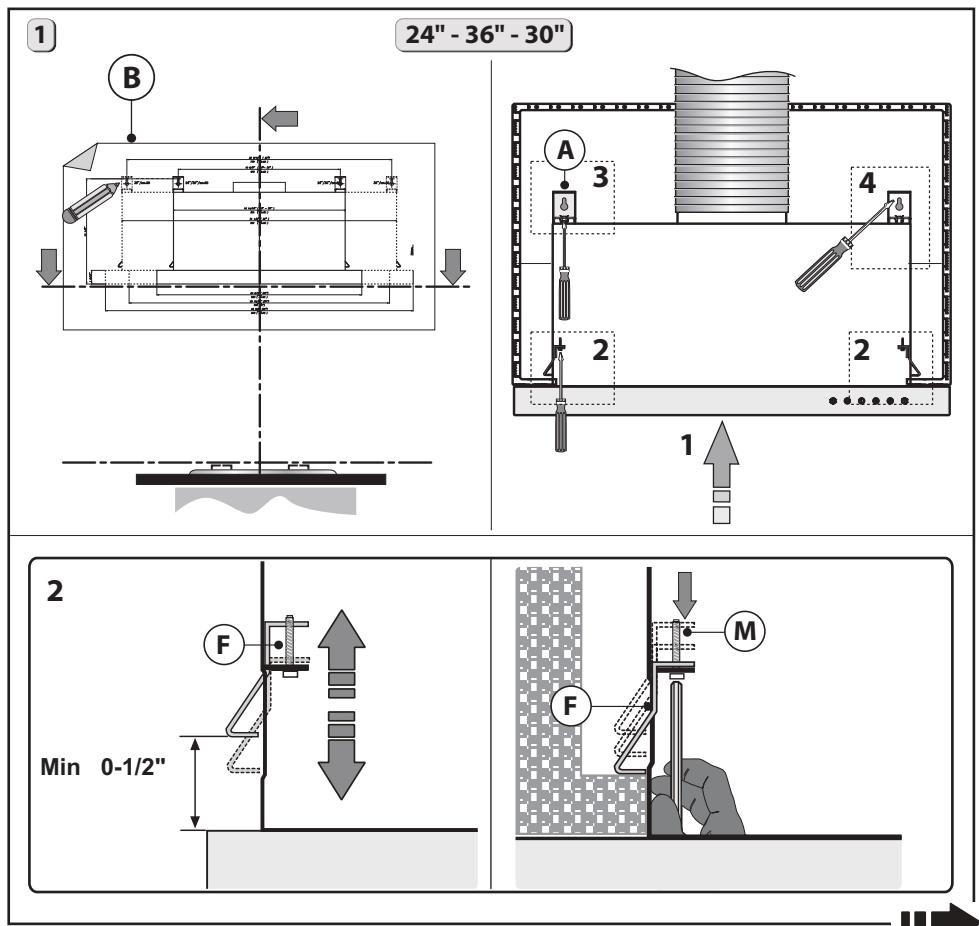

Fig.4
- 1 - Retire la clavija Y del soporte A. (La clavija Y puede desecharse). A continuación, coloque la pieza X en la ranura del soporte A, como se indica en la Fig. 4, etapa 3. Haga coincidir los tornillos C con la arandela L y fije el soporte A al armario como se indica en la Fig. 4, etapa 3.1. No apriete completamente los tornillos C para permitir que el soporte se deslice hacia adelante y hacia atrás. Coloque la plantilla B sobre el armario, teniendo en cuenta las medidas indicadas en las Fig.s 1 y 2 y la distancia mínima desde la superficie de cocción. Marque las referencias para fijar los soportes A al armario, como se indica en la Fig. 4.
- 2 - Asegúrese de que el grosor del armario está dentro de los parámetros indicados en la Fig. 4, etapa 2.
la campana al armario con el destornillador y los tornillos M correspondientes y apriételos hasta que la campana quede firmemente apoyada contra el armario (Fig. 4, etapa 2).
4 - Retire la clavija Y del soporte A. (La clavija Y puede desecharse). A continuación, coloque la pieza X en la ranura del soporte A, como se indica en la Fig. 4, etapa 3.
Después de cualquier ajuste para asegurar que el soporte toca el armario, apriete el soporte al cuerpo (Fig. 4, etapa 3.3).
Fije el tornillo D al armario como se indica en la Fig. 4 , etapa 4.
Una vez que haya fijado la campana al armario, ajuste el espaciador L con los tornillos P para que el aparato quede alineado con la parte posterior del armario (Fig. 4, etapa 5).
- 3 - Asegúrese de que el grosor del armario está dentro de los parámetros indicados en la Fig. 4, etapa 2.
- 4 - Instale la campana en el armario y asegúrese de que los 2 muelles laterales F están conectados correctamente. Fije la campana al armario con el destornillador y los tornillos M correspondientes y apriételos hasta que el dispositivo quede firmemente apoyado contra el armario (Fig. 4, etapa 2).
- 5 - Fije la campana al estante de soporte superior como se indica en la Fig. 5, etapa 6. - Una vez que haya fijado la campana al armario, ajuste el espaciador L con los tornillos P para llenar el hueco entre la campana y la pared posterior. (Fig. 4, etapa 5).
Este modelo incluye la instalación lateral en el armario utilizando 2 soportes B (Fig. 6 además de las etapas 3 y 4, indicadas en la Fig. 4).
4 - Retire la clavija Y del soporte A. (La clavija puede desecharse). A continuación, coloque la pieza X en la ranura del soporte A, como se indica en la Fig. 4, etapa 3.
- Haga coincidir los tornillos C con la arandela L y fije el soporte A al armario como se indica en la Fig. 4, etapa 3.1. Procure no apretar completamente los tornillos C antes de que el soporte alcance firmemente el armario (Fig. 4, etapa 3.2). Después de cualquier ajuste, apriete el soporte al cuerpo (Fig. 4, etapa 3.3).
- Fije el tornillo D al armario como se indica en la Fig. 4 , etapa 4.
- Una vez que haya fijado la campana al armario, ajuste el espaciador L con los tornillos P para que el aparato quede alineado con la parte posterior del armario (Fig. 4, etapa 5).